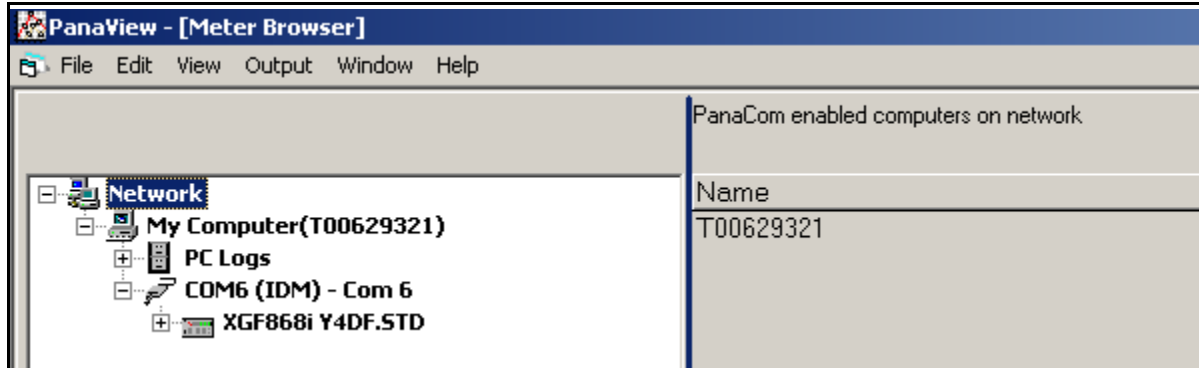

Рис. 3: Окно отображения текста
3. Используя меню *Window* (Окно), расположите открытые окна в нужном формате. В нашем случае на *Рис. 3* внизу отображено окно *Text Display* (Отображение текста) в развернутом (полноэкранном) виде.
Примечание.: На *Рис. 3* сверху было сжато как по вертикали, так и по горизонтали для улучшения ясности.
5. Чтобы в текстовом окне могли быть выведены фактические значения, активируйте прежде один из следующих режимов сбора данных (см. *Рис. 3 стр 36*).